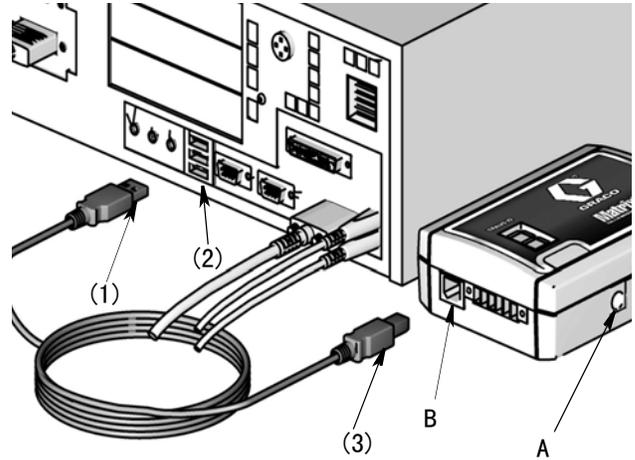

图 5
- 推荐将配有 USB 电缆（通用串行总线）的即插即用互连电缆用于收发器和 Matrix 电脑之间的布线距离最长达 16.4 英尺（5 米）的连接。请参见图 5，（B）。
即插即用 USB 电缆 - （图 5）
2. 先将电子电源变压器的圆形端头插入收发器电源入口（A）（图 5），然后将变压器插头插入接地的 120-240 伏交流电源插座中。